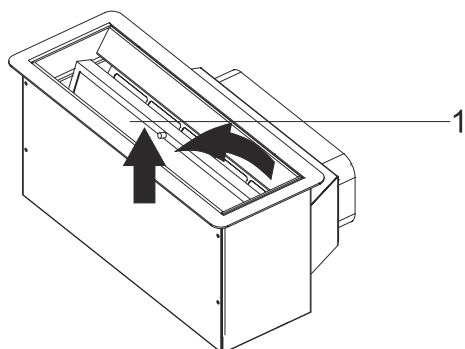

Fig. 4: Avmontering av fettfilter
3. ➤ Dra upp fettfiltret och ta bort det (Fig. 4).